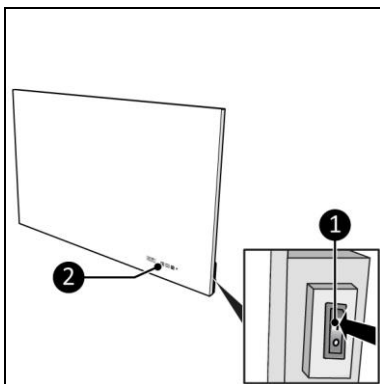

Figura 11
1. Poziționați comutatorul PORNIT/OPRIT (ON/OFF) în poziția PORNIT (ON) (Figura 11, poz. 1).
2. Panoul de control și afișajul (Figura 11, poz. 2) se vor aprinde.